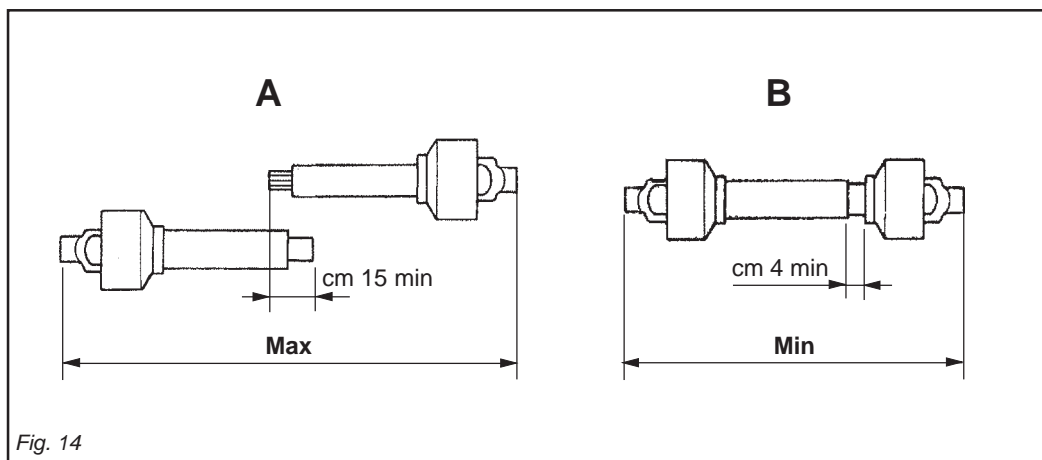

Fig. 14
- La copertura (C Fig. 13) dei tubi scorrevoli deve essere di 15 cm minimo (Fig. 14).
- The sliding tubes (C Fig. 13) must overlap by at least 15 cm (Fig. 14).
- La couverture (C Fig. 13) des tubes coulissants doit être au minimum de 15 mm (Fig. 14).
- Die Überdeckung (C Abb. 13) der Gleitrohre muss mindestens 15 cm ausmachen (Abb. 14).
- La cobertura (C Fig. 13) de los tubos corredizos debe ser como mínimo de 15 cm (Fig. 14).
Quando esso è inserito al massimo, il gioco minimo consentito deve essere di 4 cm. (Fig. 14).
When fully inserted, the minimum play must be 4 cm. (Fig. 14).
Quand l'arbre à cardans est déboîté au maximum, les deux tubes doivent se superposer d'au moins 15 cm. Quand il est entièrement rentré, le jeu minimum admissible doit être de 4 cm. (Fig. 14).
Wenn die Gelenkwelle so weit wie möglich auseinandergezogen ist, müssen die beiden Teile sich noch um wenigstens 15 cm überlappen. Wenn die beiden Teile ganz zusammengesoben sind, muß das kleinstmögliche Spiel 4 cm ausmachen (Abb. 14).
Quando el árbol cardánico está extraído al máximo, los dos tubos deben sobreponerse por lo menos 15 cm. Cuando está insertado al máximo, el juego mínimo permitido debe ser de 4 cm. (Fig. 14).